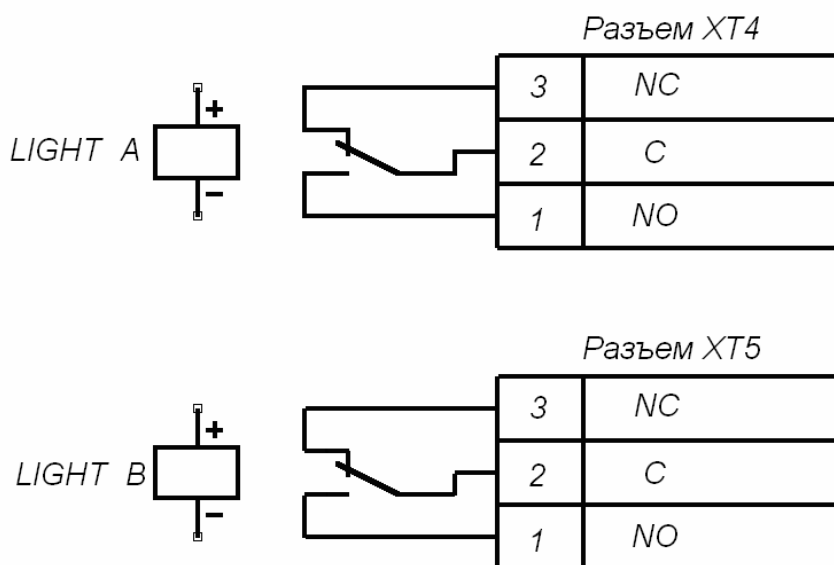

Рисунок 8. Выходные каскады для Light A и Light B
5.9.4 Выносные индикаторы подключаются на клеммные колодки XT4 (*Light A*) и XT5 (*Light B*). При этом реле *Light A* (*Light B*) активизировано (на его обмотку подано напряжение), когда горит соответствующая данному направлению прохода зеленая стрелка на световом табло, и нормализовано (на его обмотку напряжение не подано), когда соответствующая данному направлению прохода зеленая стрелка на световом табло не горит. Факт срабатывания / отпускания реле *Light A* и *Light B* можно определить по загоранию / гашению красных индикаторов, которые установлены вблизи указанных реле (см. рис. 3). Выходные каскады для *Light A* и *Light B* – перекидные контакты реле (см. рис. 8) со следующими характеристиками сигналов: